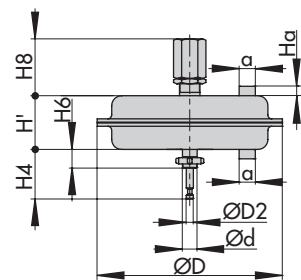

Bild 20: Typ 3271 mit Hubbegrenzung
1) beidseitige Hubbegrenzung vgl. Bild 20